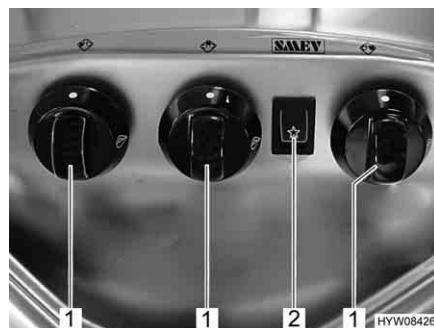

Fig. 168 Elementi di comando del fornelletto a gas
- Ruotare il pomello girevole (Fig. 168,1) dell'impianto a fiamma libera desiderato in posizione accesa (fiamma alta).
- Premere l'interruttore a bilico (Fig. 168,2). Sul bruciatore vengono prodotte scintille.